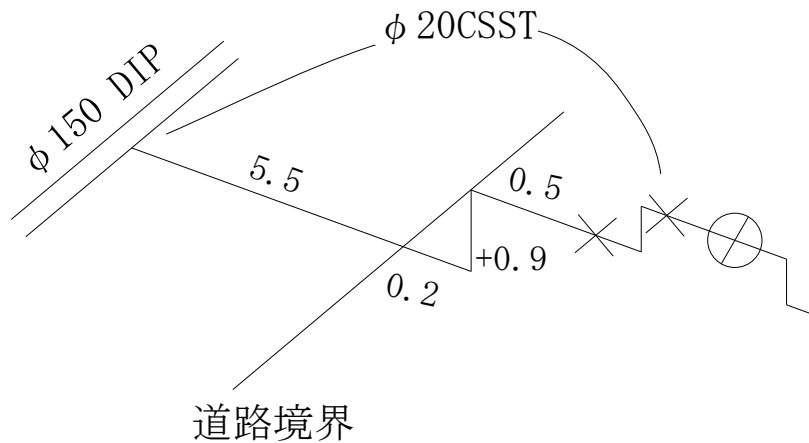

図 5.1.2 布設図例
- 2) 布設延長は、公道内と宅地内とが判別できるように、図 5.1.2を参考に図示すること。